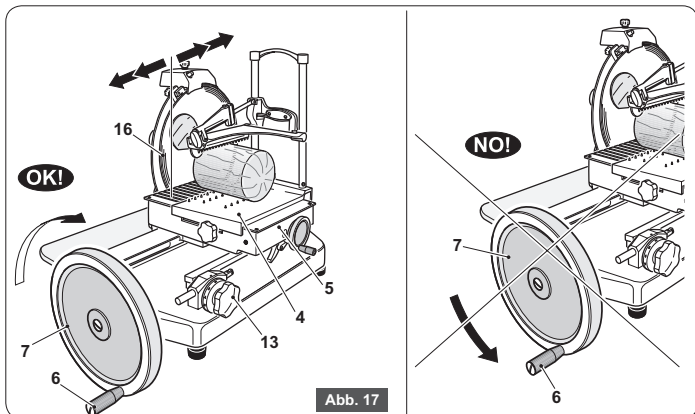

Abb. 17
- Den Griff (6) nehmen und das Handrad (7) in Uhrzeigerrichtung drehen, um mit der Umdrehung des Messers und der wechselweisen Bewegung der Schneidgutauflage (4) (Abb. 17) zu beginnen.